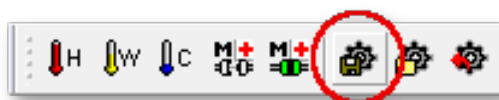

Рис. 41. Кнопка «Save current receiver configuration»
- Для сохранения новой конфигурации в энергонезависимую память модуля, нажмите кнопку  «Save current receiver configuration». В противном случае при выключении питания все изменения параметров будут потеряны. Кнопка расположена на панели инструментов в верхней части окна основной программы (см. рис. 41).